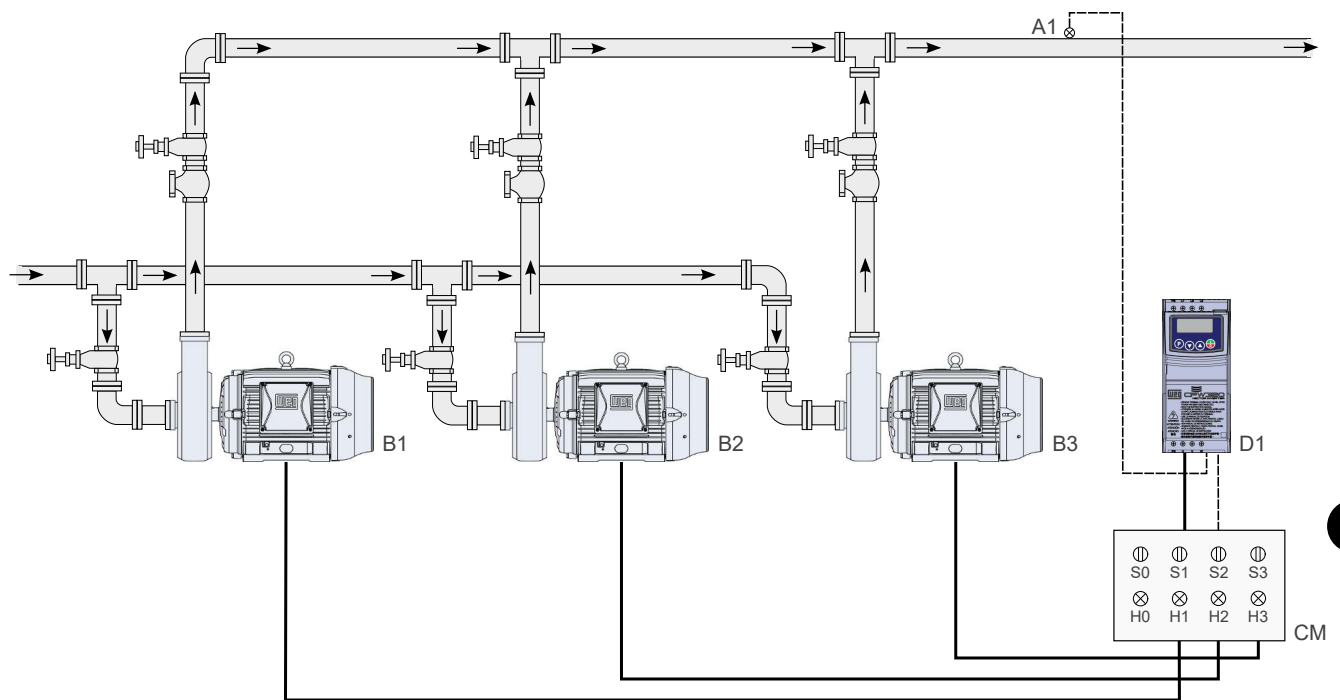
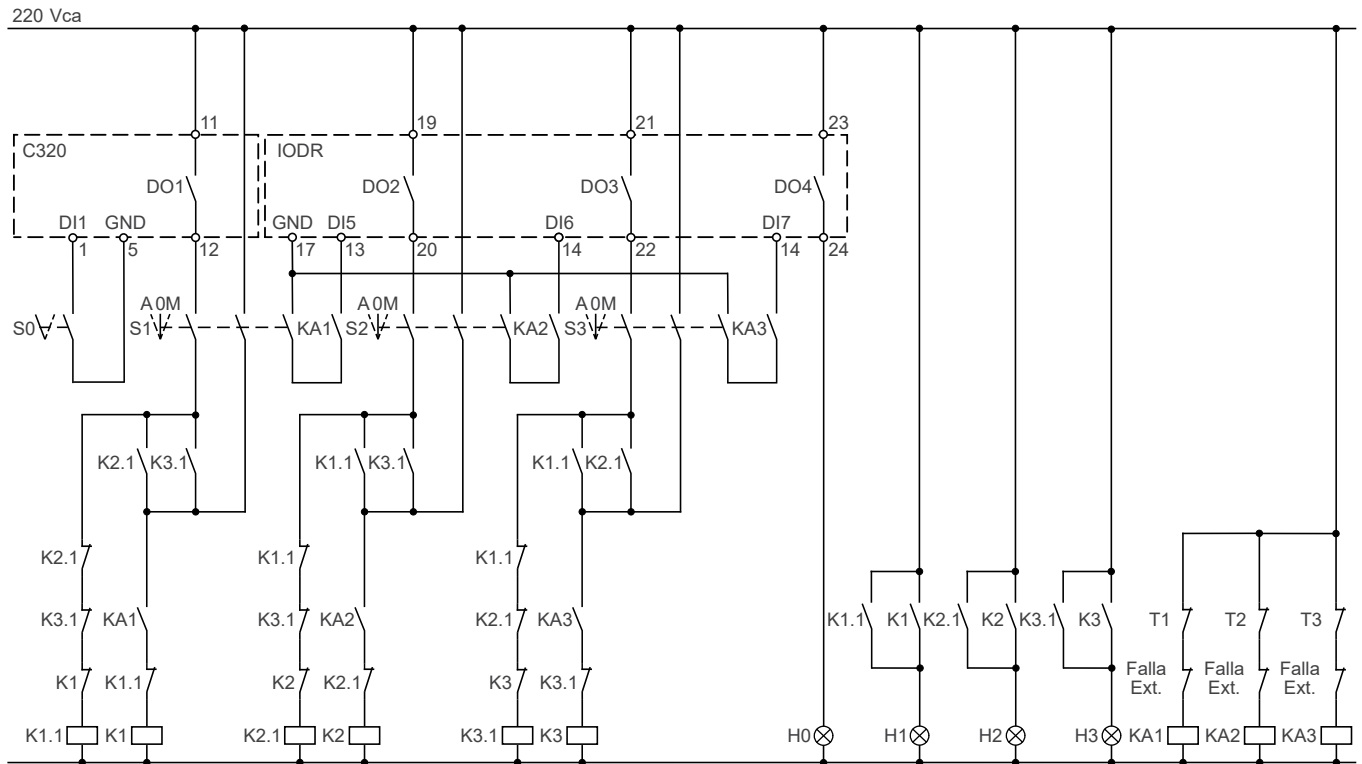

Figura 4.15: Aplicación Pump Genius Multipump con control móvil tipo 1 y setpoint (consigna) del control vía HMI
Figura 4.18: Diagrama funcional para la aplicación Pump Genius Multipump con control móvil tipo 1 y tres bombas en paralelo
Se caracteriza por el hecho de que el sistema consiste en la asociación de dos a cuatro bombas en paralelo y el convertidor de frecuencia CFW320 puede ser conectado (a través del contactor en la salida del convertidor comandado por una salida digital) y controlar la velocidad de cualquiera de las bombas, pero siempre la primera bomba que se pondrá en marcha. Las otras bombas del sistema son comandadas por las salidas digitales del convertidor de frecuencia CFW320 que accionan los contactores conectados directamente a red de alimentación y operan a la velocidad nominal. O sea, con el control del bombeo habilitado y con todas las bombas apagadas, la primera bomba a ser accionada es conectada al convertidor a través de lo mando de una salida digital y las otras bombas son conectadas directamente a la red de alimentación a través de lo mando de las otras salidas digitales accionadas más tarde. En otro instante, de acuerdo con la programación, otra bomba puede ser accionada por el convertidor; con eso, se obtiene un uso por igual de todas las bombas del sistema. El enclavamiento que impide que dos o más bombas estén conectadas a lo convertidor se hace de un modo eléctrico como en la Figura 4.18 en la página 4-20.
La Figura 4.15 en la página 4-17 muestra un accionamiento típico con tres bombas en paralelo y setpoint (consigna) del control vía HMI, siendo básicamente compuesto por:
Las señalizaciones H0, H1, H2 y H3 no son necesarias para el funcionamiento del Pump Genius Multipump con control móvil tipo 1, ya que sirven solamente para indicar la condición de funcionamiento de las bombas en el cuadro de mando (CM). En la Figura 4.15 en la página 4-17, las señalizaciones H1, H2 y H3 vienen de contactos auxiliares de los contactores K1, K1.1, K2, K2.1, K3 y K3.1 que accionan las bombas 1, 2 y 3 como se muestra en la Figura 4.18 en la página 4-20
La Figura 4.18 en la página 4-20 muestra el diagrama funcional de um sistema de bombeo con tres bombas en paralelo con control móvil tipo 1: